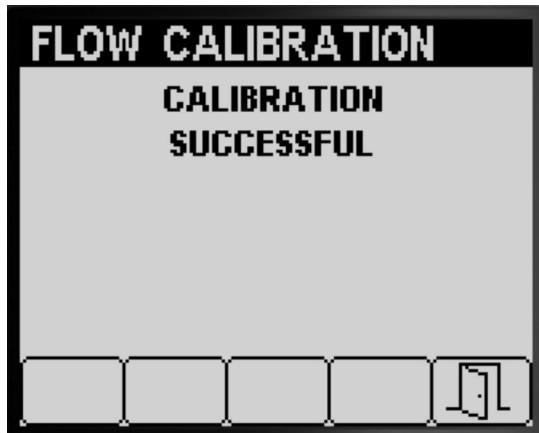
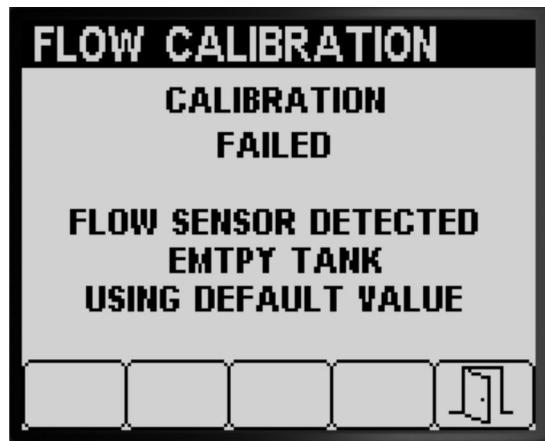
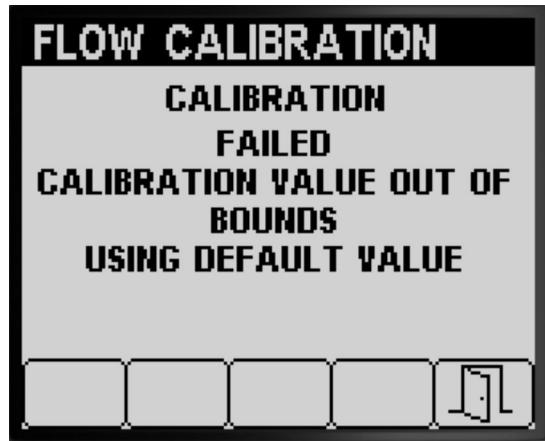

Bild 55
Bild 56
Bild 57
- In einer Meldung wird bestätigt, dass die Flusskalibrierung erfolgreich war (Bild 55).
- In einer Meldung wird angegeben, dass die Flusskalibrierung fehlgeschlagen ist (Bild 56).
Wenn der Kalibrierungswert außerhalb der Grenzwerte liegt (Bild 57), wenden Sie sich an den offiziellen Toro Vertragshändler. Prüfen Sie sonst die Fehlermeldung und wiederholen Sie die Kalibrierungsschritte in Vorbereiten für den Fangtest \(Seite 20\), Vorbereiten der Sprühabschnitte für den Fangtest \(Seite 21\) und Durchführen der Kalibrierungsberechnung \(Seite 24\).
3. Drücken Sie die Taste 5, um den Bildschirm „Flusskalibrierung“ zu beenden (Bild 55, Bild 56 und Bild 57).